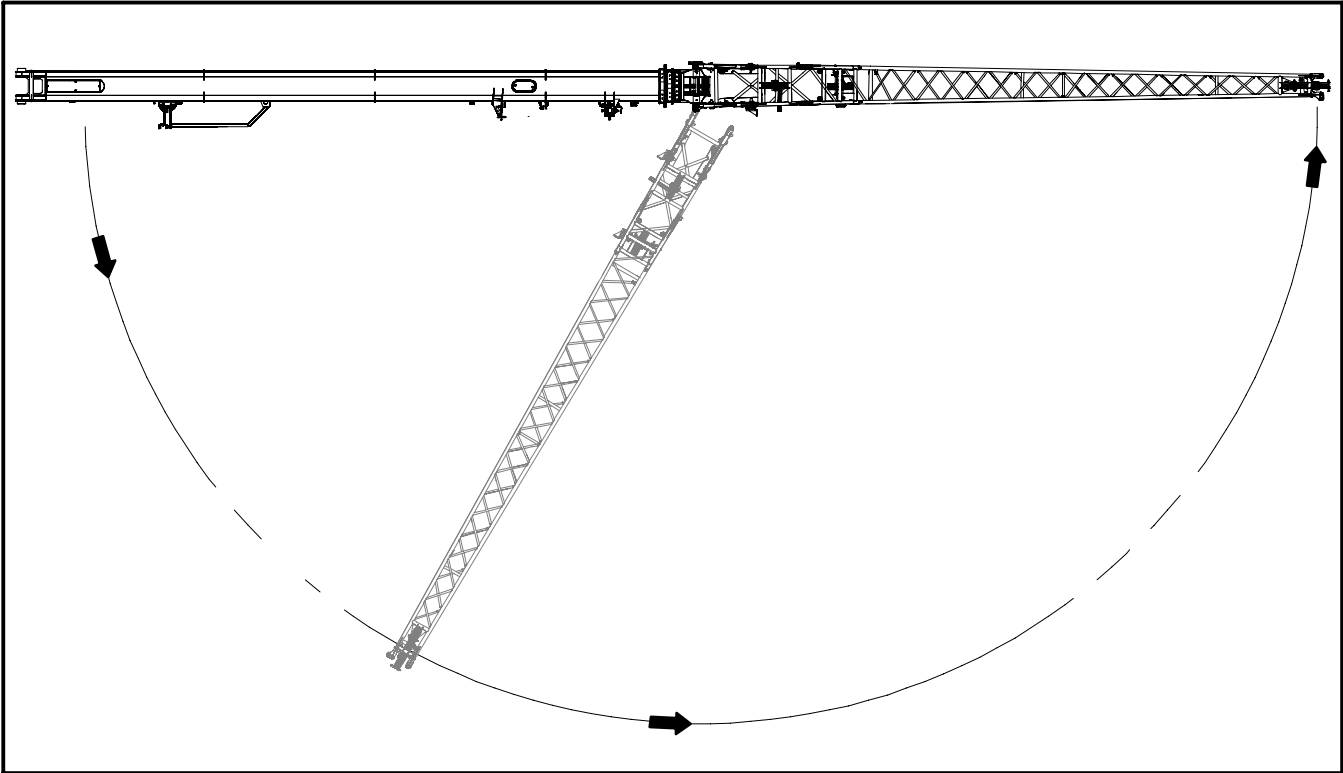

Figura 4–91
8. Tire hacia abajo el pasador de retención (1) para desengancharlo de la orejeta tipo bala de la abrazadera de almacenamiento del plumín de 3,0 m. Consulte la Figura 4–89. Gire y suelte el pasador de retención para fijarlo en la posición de no accionado (3).
9. Tire hacia abajo el pasador de retención (2) para desengancharlo de la orejeta tipo bala (1) de la abrazadera de almacenamiento del plumín de 8,5 m. Consulte la Figura 4–90. Gire y suelte el pasador de retención para fijarlo en la posición de no accionado (3).
11. Baje despacio la pluma para que el plumín pueda oscilar hacia afuera y soltarse de las abrazaderas de almacenamiento y luego retraiga totalmente la pluma. Consulte la Figura 4–91.